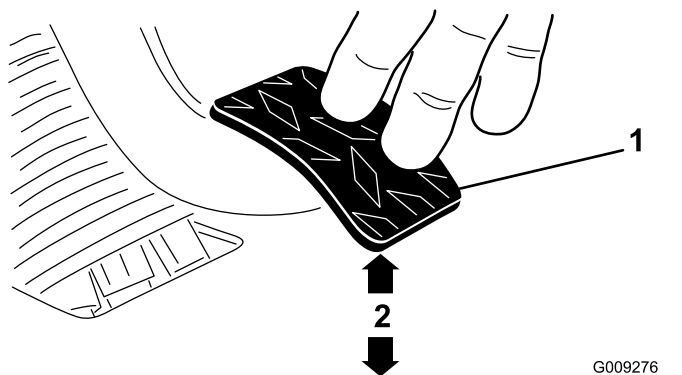

Figura 65
3. Ajuste as porcas ou as juntas até que a extremidade traseira do pedal de embraiagem esteja a 9,2 a 9,8 cm da parte superior da chapa do piso, aplicando uma força de 1,8 kg no pedal (Figura 65).